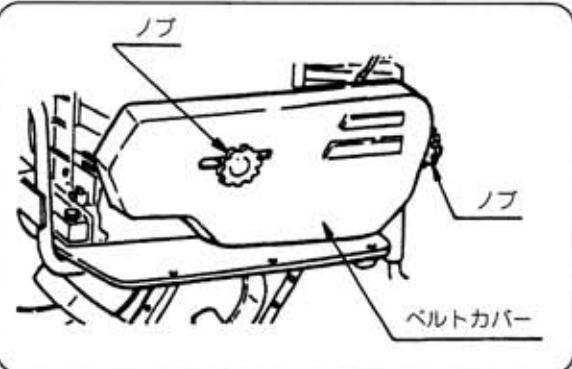

図35
- ベルトカバーのノブを緩め、ベルトカバーを取外します。(図35)
- ベルトカバーを取り付けてノブを確実に締付けてください。(図35)